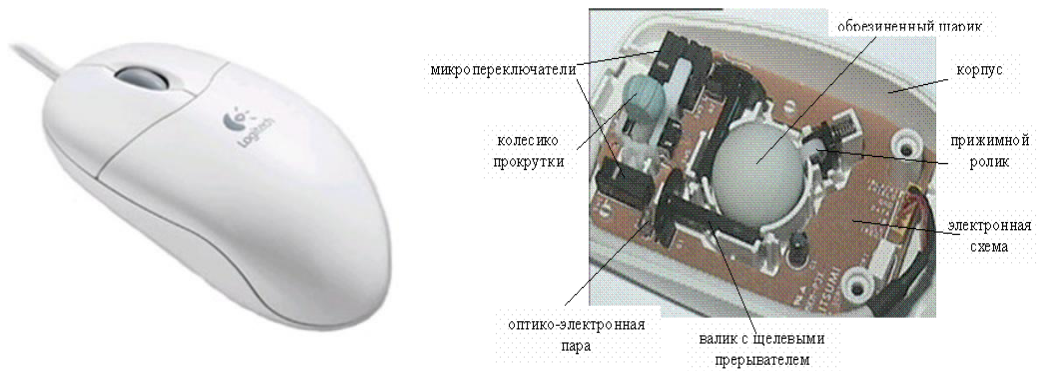

Рисунок 3 – Оптико-механическая мышь
3. Оптико-механические мыши (рисунок 3).